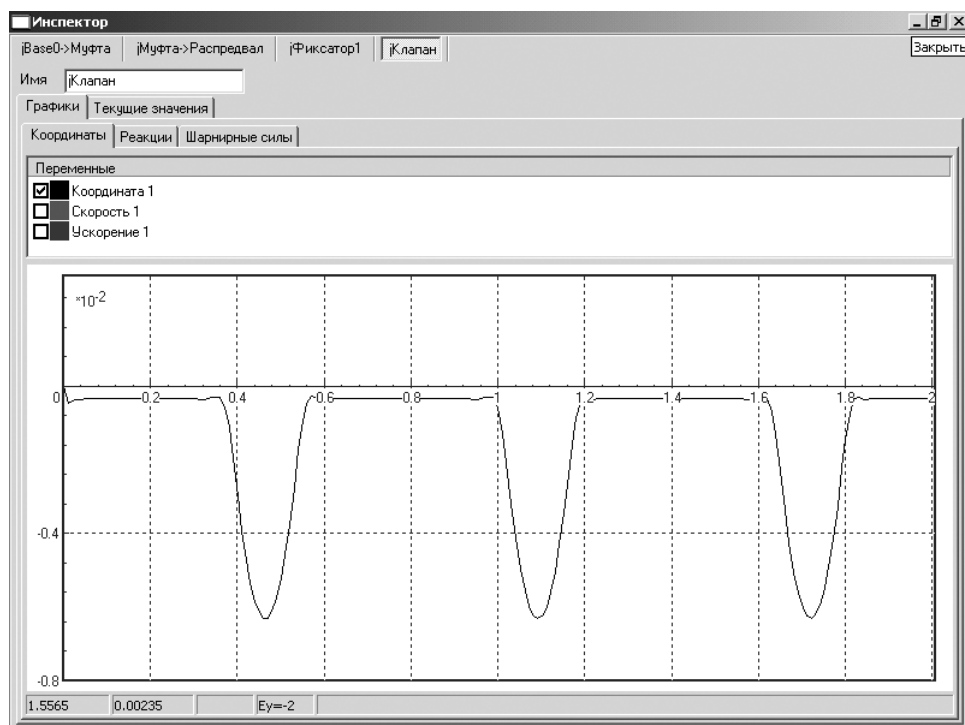

Рис. 2.49. Окно **Инспектор** с графиком перемещения клапана
- щелкните в окне **Инспектор** в верхнем правом углу по кнопке  – **Развернуть**. Окно **Инспектор** развернется во весь экран, см. рис. 2.49.